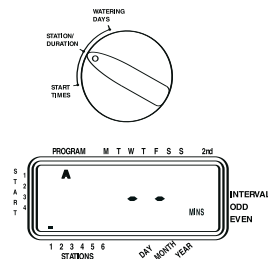

Figure 6: Durée station pour programme A.
- Positionner le commutateur sur Station/Duree dans le programme A ou B. L'affichage indiquera par un "A" ou un "B" le programme sélectionné et les --MINS et le curseur clignotant à la station "1" (voir la Figure 6).